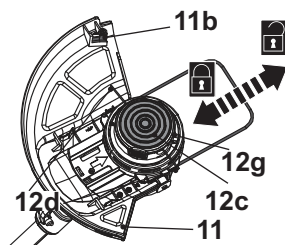

Fig. 23
1. Dé la vuelta al cabezal de corte (12).
2. Pulse el botón de liberación (12g) mientras tira de los hilos de corte (12d). El carrete de corte (12c) liberará los hilos de corte (Fig. 23).